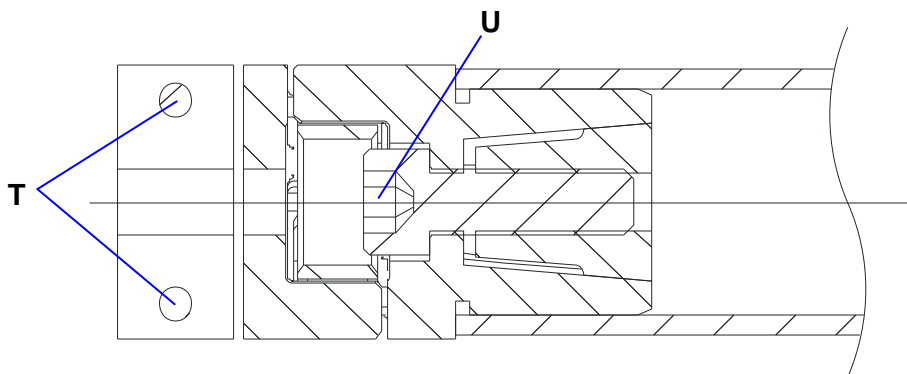

Abbildung 38: Schnittansicht Wellenkupplung vom Parallelantrieb
Die Verbindungswelle zwischen Master- und Slaveachse kann ohne Demontage einer der beiden Achsen aus- und wieder eingebaut werden (siehe *Abbildung 38*, Seite 39)
- Lösen der Befestigungsschrauben (T), der in der Verbindungswelle integrierten Wellenkupplungen (siehe *Abbildung 38*)
- Lösen der Spannschraube (siehe *Abbildung 38*, U). Der Spannkonus löst sich
- Spannschraube (U) mit 12 Nm anziehen
- Befestigungsschrauben (siehe *Abbildung 38*, T) mit 8,5 Nm anziehen
- Lösen der Befestigungsschrauben (**T**) der in der Verbindungswelle integrierten Wellenkupplungen (siehe *Abbildung 38, Seite 39*)